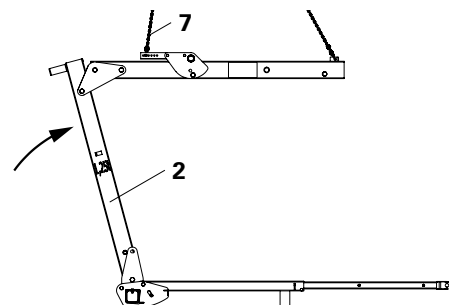

Fig. 14
2. Agganciare l'imbracatura della gru alla catena di sospensione (7) e tirare lentamente verso l'alto fino a che il montante (2) è verticale = posizione di lavoro. (Fig. 14)